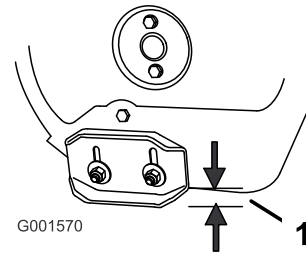

Figure 44
2. Desserrez les écrous de fixation des deux patins aux côtés de la vis sans fin jusqu'à ce que les patins puissent coulisser aisément vers le haut et vers le bas (Figure 44).